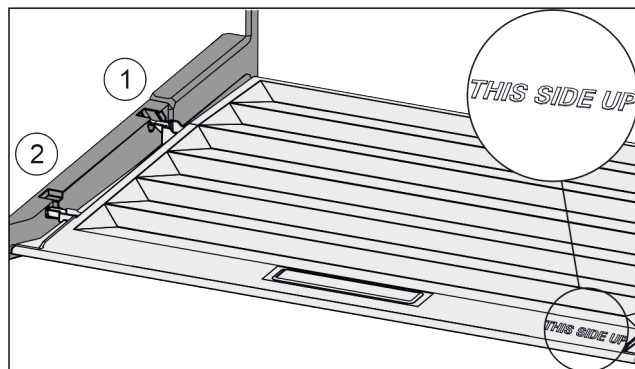

Fig. 98
- ▶ Prečke poklopca uvedite preko otvora stražnjeg držača Fig. 98 (1) i uglatite ih u držač Fig. 98 (2).